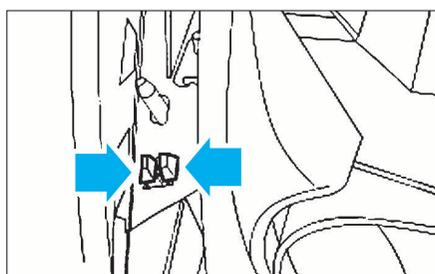

FIG. 8
- Décliper le bouclier des ailes avant (Fig.8).